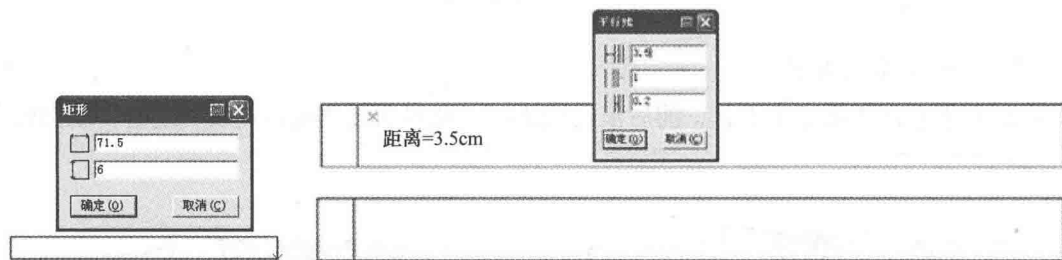

图7-46 画腰头
(38) 腰头(图7-46)。
①选择【智能笔】工具在空白处拖定出71.5cm(计算公式:腰围68cm+里襟宽3.5cm),腰头宽6cm。
②选择【智能笔】工具按住【Shift】键,光标成为三角板,进入【平行线】功能。输入里襟宽3.5cm。